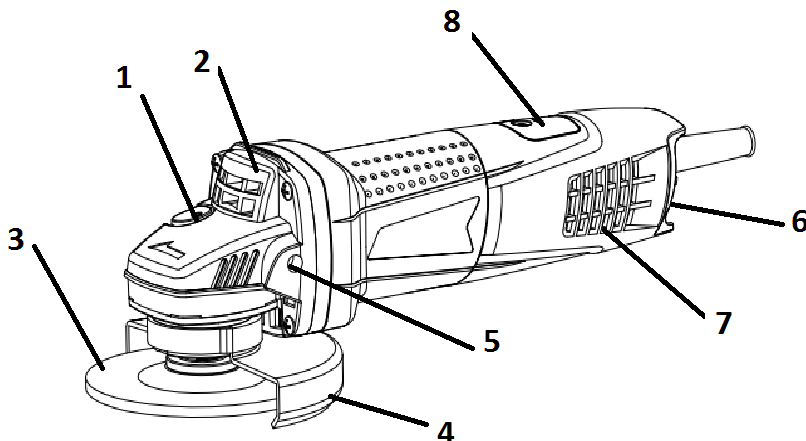

Рисунок 1
Зовнішній вигляд кутової шліфувальної машини електричної **TAG-12/950 VC** показаний на рис. 1.
2.2.1 Конструкція виробу складається з одноступеневого редуктора з кіничними шестернями в металевому корпусі (2), який приєднаний до пластикового несучого корпусу з колекторним двигуном змінної 1-фазного струму, перемикачем (6), вентиляційними сітками (7), мережевим шнуром живлення згідно з рис.1. Вихідний вал редуктора розташований перпендикулярно осі двигуна і є робочим шпинделем для приєднання змінних насадок (абразивних дисків) (3) з фіксацією затисочною гайкою, або накрученими на шпиндель. На металевому корпусі (2) виконані нарізні монтажні отвори (7) для встановлення передньої рукоятки, та хомутим з'єднанням закріпленої захисної кожух (4) з можливістю фіксованого позиціонування по колу. Для фіксації шпинделя під час зміни дисків (3) в корпусі редуктора (2) передбачений кнопковий фіксатор (1). Електрична частина виробу складається з колекторного однофазного електродвигуна змінного струму, вимикача електроструму, з'єднувальних проводів і мережевого шнура. Захист від ураження електричним струмом користувача у виробу відповідає класу II за ДСТУ EN 61140:2015.